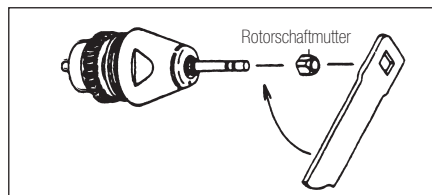

Abb.15
- 3) Zum Schluss die Rotorschaf-Mutter über den Testbohrer aufsetzen und mit einem Schraubenschlüssel fest anziehen, während der Rotor festgehalten wird (Abb. 15).